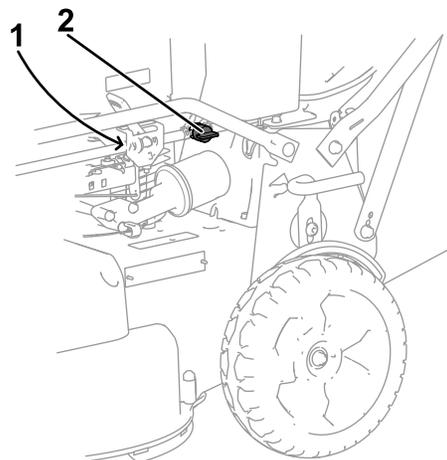

Рисунок 31
- Закройте отсечной топливный кран (Рисунок 31).
- Снимите топливный фильтр (Рисунок 31) с топливного трубопровода, ослабив хомуты трубопровода с обеих сторон топливного фильтра.